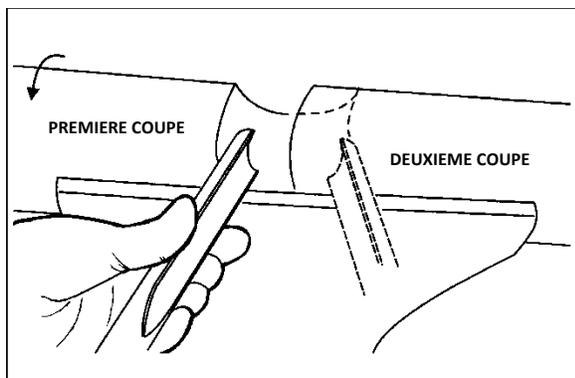

Figure 10-7 : gorges
1. Utiliser une gouge de broche. Avec la goujure de l'outil à 90 degrés par rapport à la pièce à travailler, faire que la pointe de l'outil touche la pièce à travailler et rouler vers le fond de la gorge. Voir la Figure 10-7. **S'arrêter en bas;**